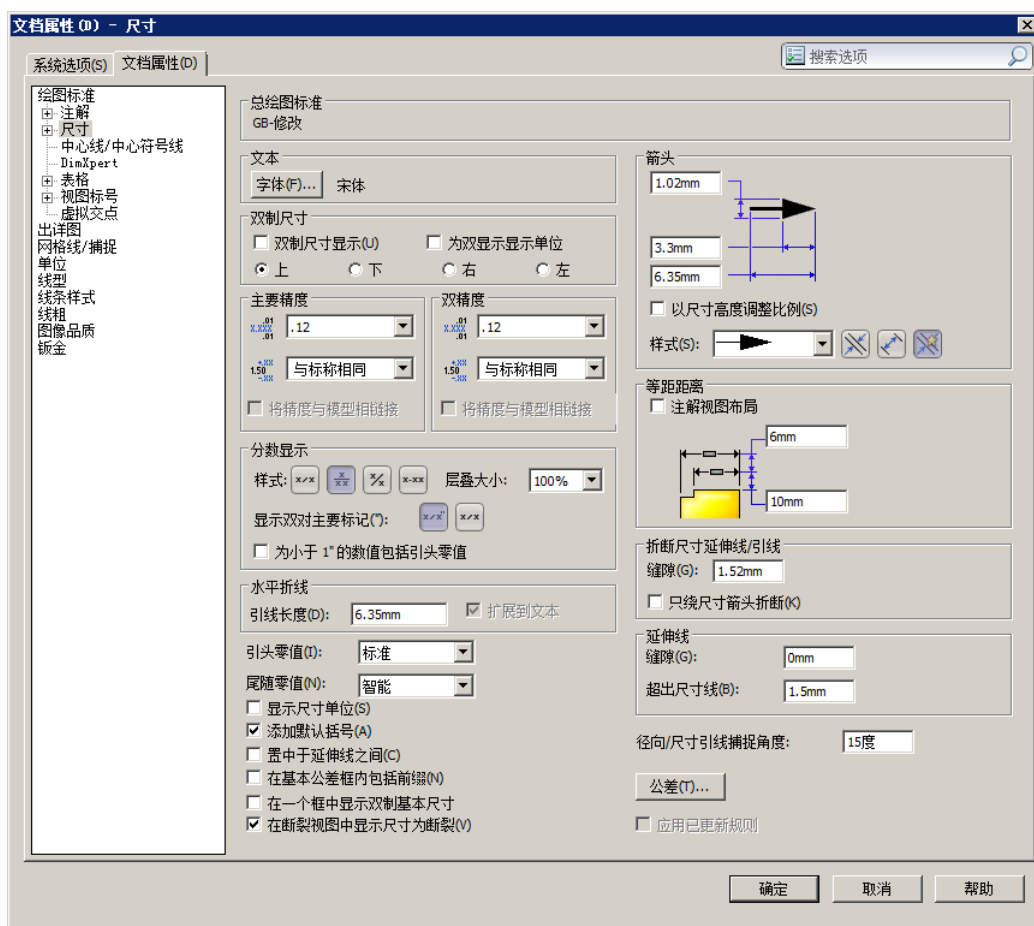

图 6.1.19 “文档属性(D) - 尺寸”对话框
Step3. 在 **文档属性(D)** 选项卡的左侧选择 **尺寸** 选项, 在“文档属性(D) - 尺寸”对话框中进行图 6.1.19 所示的设置。